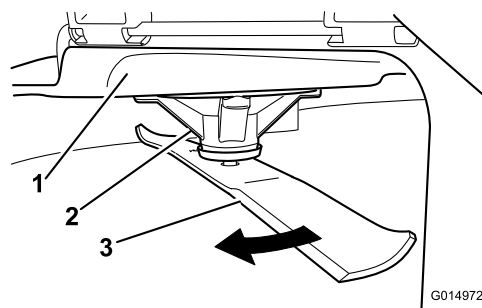

Figura 77
2. Purtați mâinile cu protecție corespunzătoare sau alte protecții adecvate pentru mâini și rotiți încet lama într-o poziție care vă permite să măsurați distanța dintre marginea de tăiere și suprafața uniformă pe care se află maina (**Figura 77**).